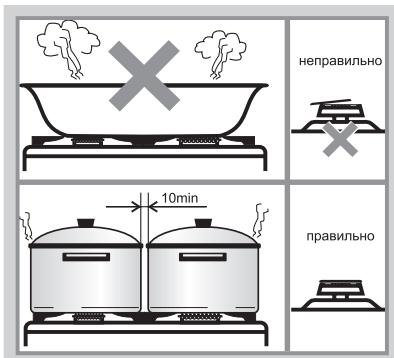

Рис.23
- Размеры посуды (см. табл. 8 и рис.23) и режим работы горелок нужно выбирать таким образом, чтобы пламя не выходило за края и не «лизало» боковые стенки.
- Запрещается устанавливать на решетки какие-либо дополнительные рассекатели пламени и пользоваться горелками со смешенными крышечками (рис. 23). Это может привести к разрушению стеклянного стола или необратимому ухудшению внешнего вида стола из нержавеющей стали.